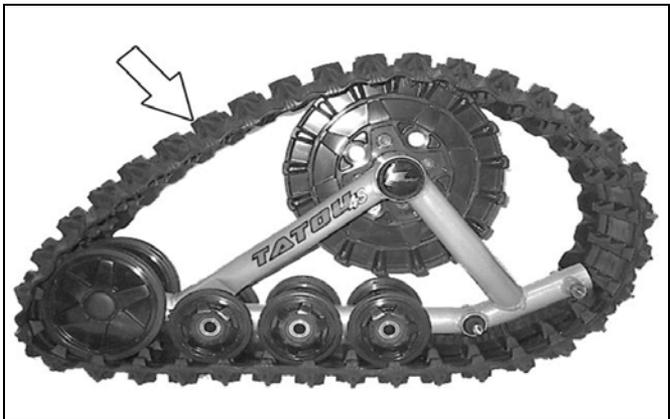

Figure 22
- Installer la chenille de caoutchouc (voir la Figure 22).